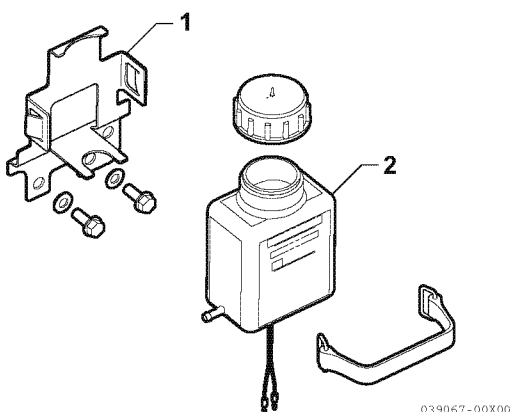

Figure 10
1. Retirez le réservoir à huile du support (1, **Figure 10**).
3. Installez le réservoir à huile (2, **Figure 10**) dans le support.